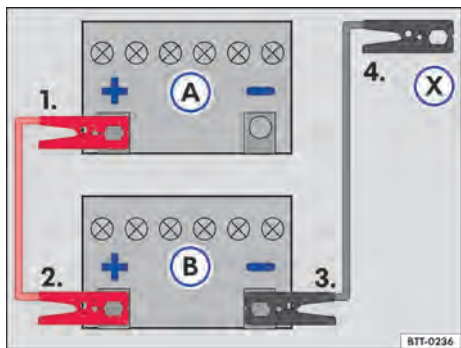

Fig. 158 Esquema para a conexão dos cabos auxiliares de partida: bateria do veículo descarregado (A) e bateria do veículo fornecedora de corrente (B).
Legenda para → Fig. 158:
Conectar o cabo auxiliar de partida somente na sequência 1 – 2 – 3 – 4 → Fig. 158.
- Conectar uma extremidade do cabo auxiliar de partida *vermelho* ao polo positivo (+) do veículo com a bateria do veículo descarregado → Fig. 158 (A) → ⚠️.
- Conectar a outra extremidade do cabo auxiliar de partida *vermelho* ao polo positivo (+) do veículo fornecedor de corrente (B).
- Conectar uma extremidade do cabo auxiliar de partida *preto* (X) no veículo com a bateria descarregada no ponto de auxílio à partida (ponto de aterramento) ou em uma peça de metal maciça parafusada firmemente no bloco do motor – porém não nas proximidades da bateria (A) → ⚠️.